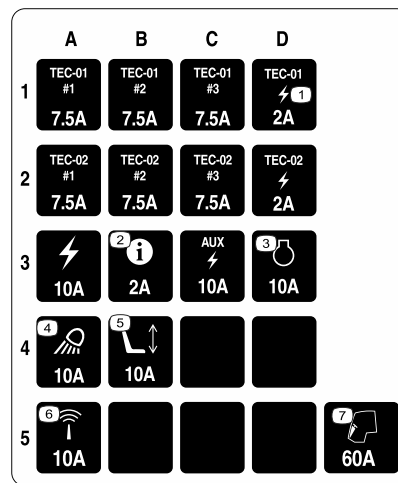

Figura 135
3. Înlocuiți siguranța deschisă (Figura 135) cu același tip de siguranță, având același amperaj